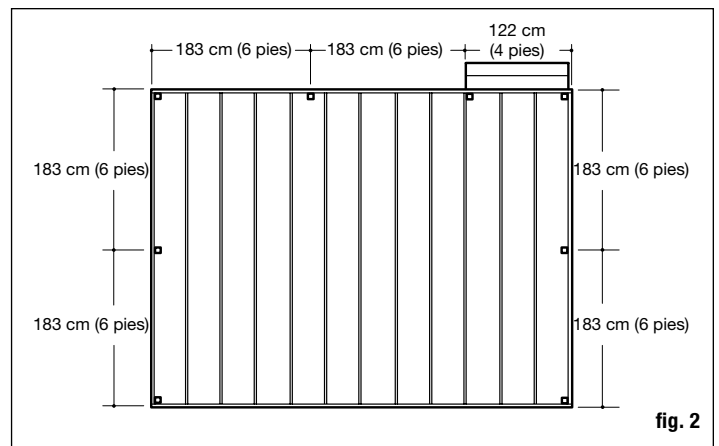

fig. 2
Paso 1 Determine el número de postes de barandal necesarios para su terraza. El espacio entre postes es de 183 cm (6 pies) entre centros o de 244 cm (8 pies) entre centros dependiendo de la longitud de barandal elegida. Ejemplo: una terraza de 366 x 488 cm (12 x 16 pies) anexa a un edificio con una entrada de 122 cm (4 pies) en un lado necesitará en total ocho postes (fig. 2).